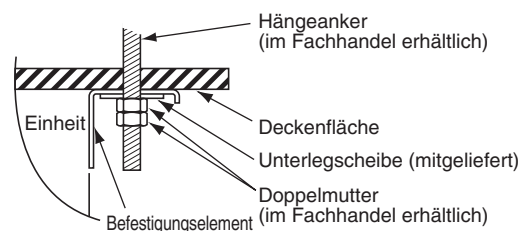
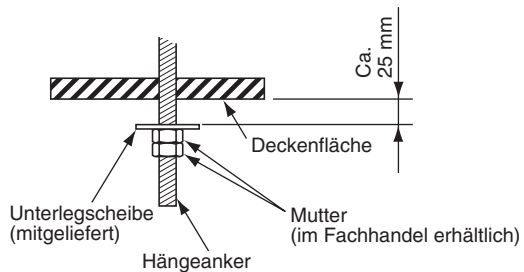

Abb. 3-11
Abb. 3-13
- (6) Die Vorbereitungen zum Aufhängen der Inneneinheit durchführen. Die Aufhängungsmethode richtet sich danach, ob es sich um eine abgehängte Decke handelt oder nicht. (Abb. 3-11 und 3-12)
- (7) Die Inneneinheit wie folgt aufhängen:
- a) 1 Unterlegscheibe und 2 Sechskantmutter an jedem Hängeanker anbringen (Abb. 3-13).